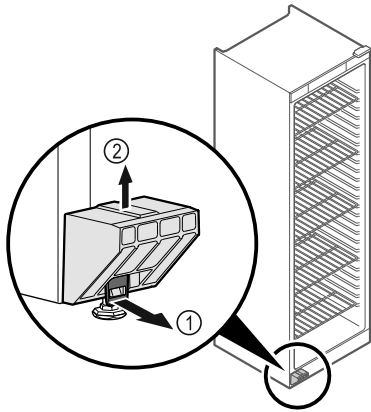

Fig. 5
- ▶ Lasche Fig. 5 (1) nach vorne ziehen.
- ▶ Transportsicherung Fig. 5 (2) nach oben abziehen.